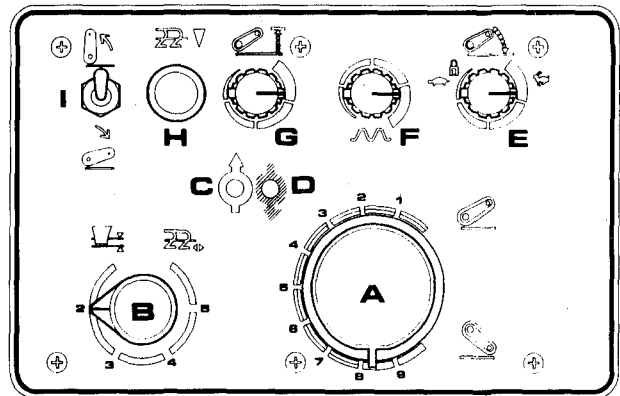
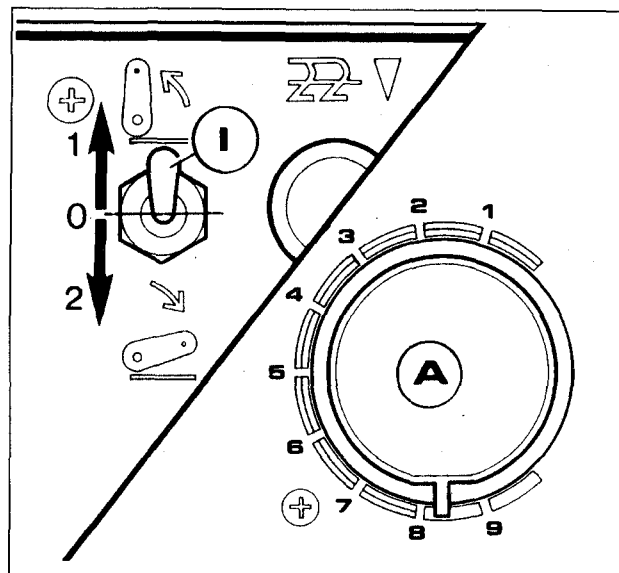
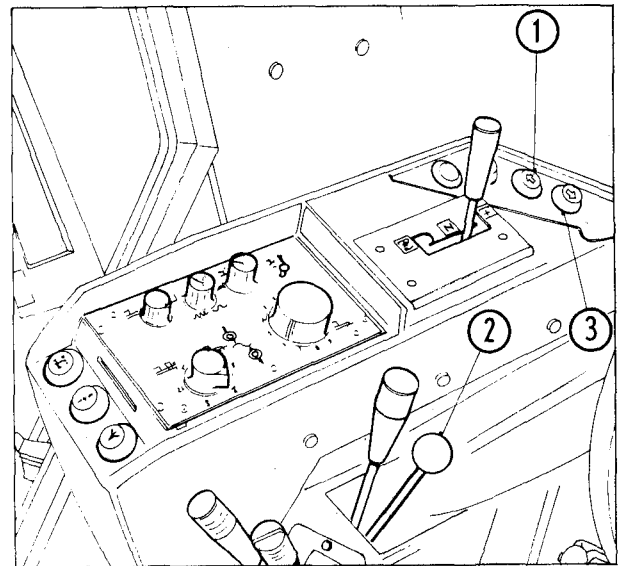

Fig. 13.
Fig. 15.
Fig. 26.
Kies met knop (B fig. 13) de stand positieregeling. Zet de schakelaar voor heffen/zakken (1 fig. 13) op 'heffen'.
Pas de maximale hefhoogte aan bij het werktuig dat getransporteerd wordt met behulp van de afstelknop voor maximale hefhoogte (G fig. 13). Zet de knop voor de daalsnelheid (E fig. 13) in de vergrendelde stand door de knop rechtersom te draaien.
Verstel de knop (G fig. 13) niet als het werktuig op de maximale hefhoogte staat, omdat deze zal overheersen op de transportvergrendeling, waardoor het werktuig toch plotseling kan zakken.
Stel de werkdiepte of hoogte in met knop (A fig. 13). Stel de reactie-gevoeligheid in met knop (F fig. 13). De indicatielampjes voor heffen en zakken geven afwisselend knipperend reactie-gevoeligheid aan. Stel de daalsnelheid van de hefinrichting in met behulp van knop (E fig. 13).
Kies de regeling voor het werktuig (diepteregeling of positieregeling, of een combinatie van beiden) al naar gelang het werktuig, de bodemomstandigheden en het soort werk, met behulp van de keuzeknop (B fig. 13).
Door knop (H fig. 13) in te drukken kunt u de hefinrichting snel laten zakken. Als de knop wordt losgelaten keert de elektronische hefinrichting terug naar de ingestelde waarde.
Als knop (H fig. 13) wordt ingedrukt, wordt de slijpcontrole uitgeschakeld totdat knop (H fig. 13) wordt losgelaten.
Laat daarom tijdens het snel zakken van de hefinrichting de wielslijp niet meer dan ongeveer 20% slijpen zodat wordt voorkomen dat de hefinrichting direct na het loslaten van de knop (H fig. 13) het werktuig uit de grond tilt.
Zet de schakelaar voor heffen/zakken (1 fig. 15) in de stand 'heffen' (1). De hefinrichting zal omhoog gaan tot de stand, die bepaald is door de afstelknop voor maximale hoogte (G fig. 13). Om weer in het werk terug te keren wordt alleen de schakelaar voor heffen/zakken op 'zakken' (2) gezet. De voorafgaande diepte-instelling zal gehandhaafd blijven.
Om het 'Electronic'-regelsysteem weer te activeren, moet men schakelaar (1 fig. 15) in de middenstand zetten en daarna op 'heffen'. De hefinrichting is dan weer in bedrijf gesteld.
Voordat men het 'Electronic'-regelsysteem weer activeert, dient men er zich van te overtuigen dat het verzetten van keuzeknop (B fig. 13) en de diepte (A fig. 15) geen gevaarlijke bewegingen van de hefinrichting of het werktuig kunnen opleveren.
1. Activeer het 'Electronic'-hefinrichting regelsysteem door de tuimelschakelaar (1 fig. 13 blz. 51) en breng de hefstanden volledig omhoog met behulp van de knop (1 fig. 26) waardoor de vergrendeling zal loskomen.
2. Zet met de vergrendelingshendel (2 fig. 26) de vergrendeling van de haak vrij en laat met de hendel in deze stand de hefstanden zakken met behulp van de knop (3 fig. 26), waardoor de haak naar beneden gaat.
2. Breng, door op knop (1 fig. 26) te drukken, de hefstanden volledig omhoog. Daardoor zal de haak automatisch vergrendelen.